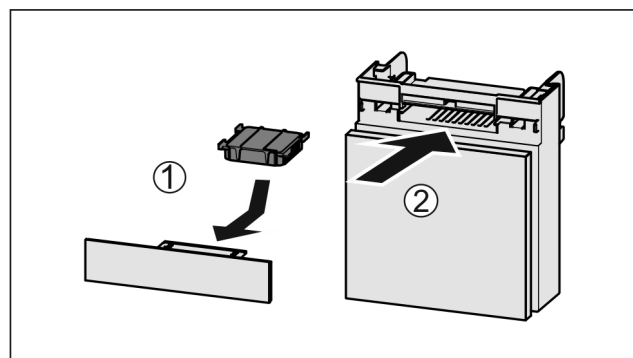

Fig. 37
- Vložte aktívny uhlíkový filter podľa obrázka Fig. 37 (1).
- Zasuňte zásuvku Fig. 37 (2).